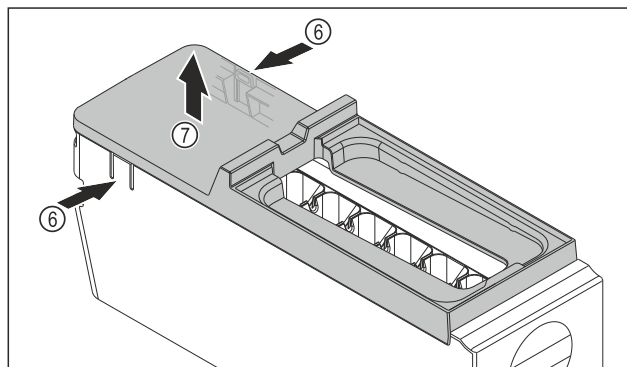

Fig. 97
- Fjern dekelet til hoveddelen til EasyTwist-Ice: Trykk på tappene Fig. 97 (6) på begge sider av hovedenheten til EasyTwist-Ice med én hånd.
- Fjern dekelet Fig. 97 (7) ved å trekke det oppover med den andre hånden.